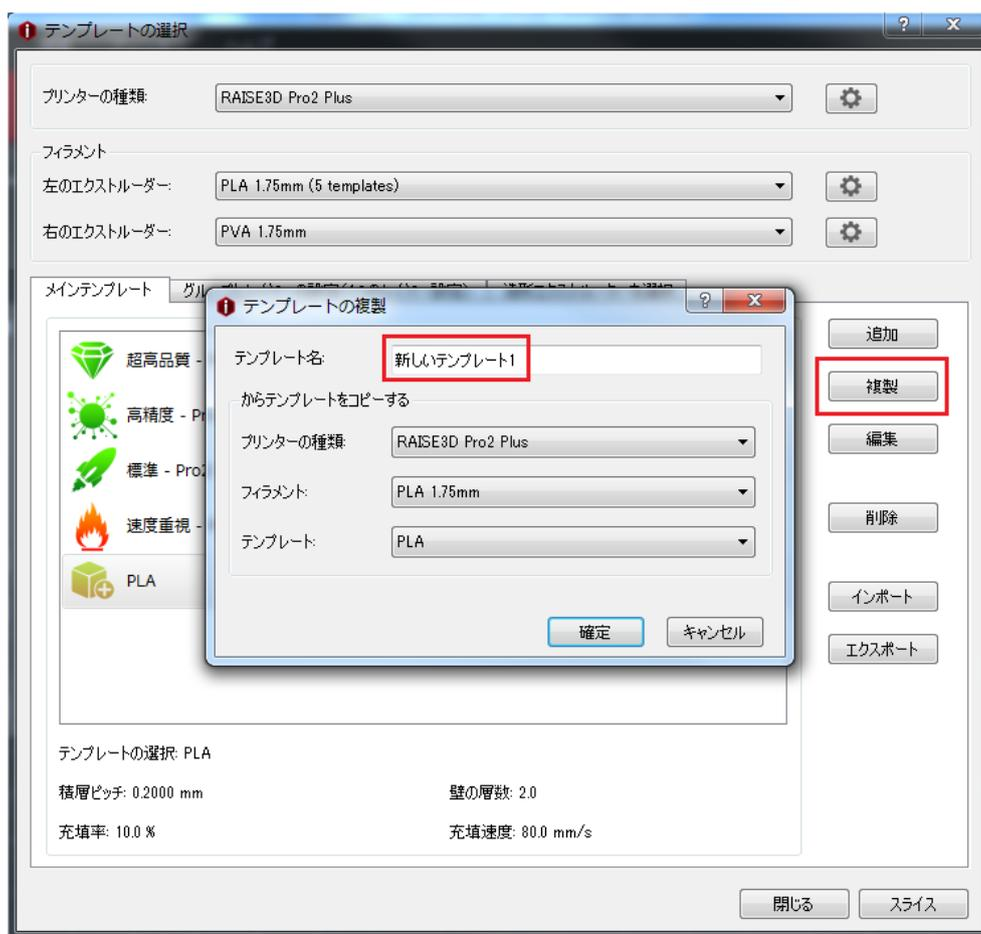

図 5.4：新しいテンプレートを複製します。
**例：**図 5.4 のような新しいテンプレートを複製します。